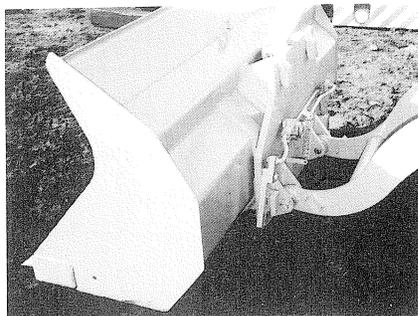

Bild 12
- (2) Mit dem Wechselrahmen Schaufel aufnehmen und vom Boden hochheben. Schaufel so weit ankippen, daß der Wechselrahmen am Schaufelrücken voll anliegt (Bild 12).